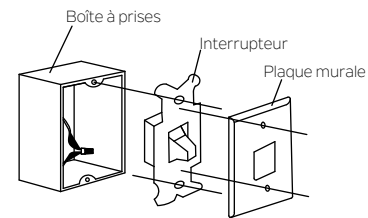

Fig. 19
**Étape 1.** Retirer la plaque murale présente et l'ancien interrupteur de la boîte à prises murale. Joindre les fils NOIRS (sous tension) avec un écrou et les introduire à l'intérieur de la boîte à prises. (Fig. 19) ou sélectionner l'emplacement avec une nouvelle boîte à prises murale.